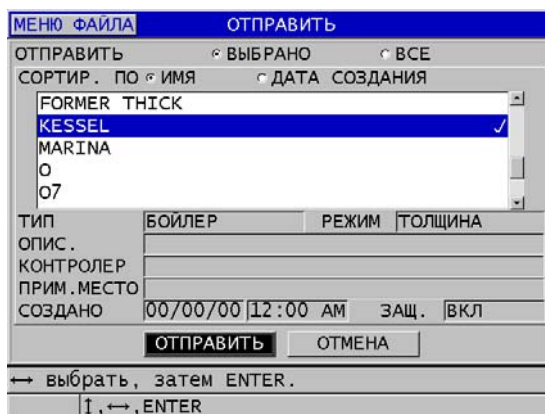

Рис. 14-3 Выбор файла для отправки
4. В окне **ОТПРАВИТЬ** (см. Рис. 14-3 на стр. 262):